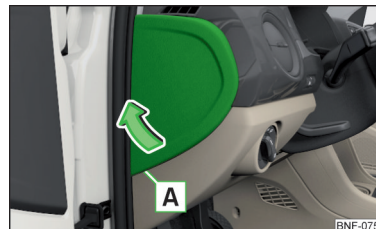

Рис. 167
- Вставте шліцьову викрутку до отвору **A** в кришці » Рис. 167.